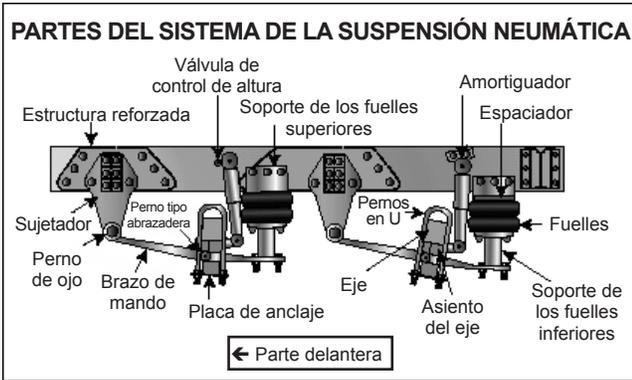

Figura 2.4
- Sistemas de suspensión neumática dañados y/o con pérdidas. Vea la *Figura 2.4*.